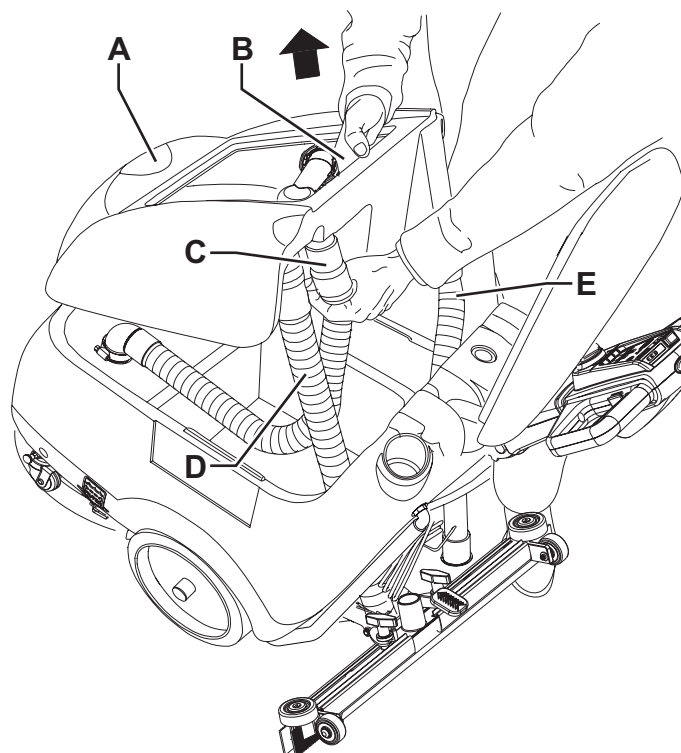

Abbildung 6
1. Sicherstellen, dass der Drehknopf (62) sich in der Position „0“ befindet.
2. Den Schmutzwassertank (30), wie es im entsprechenden Abschnitt „Ausleeren der Tanks“ beschrieben ist, entleeren.
4. Ansaugrohr (22) von der Sauglippe (11) lösen.
5. Das Schmutzwasser-Ablassrohr (16) aus dem Halter (17) trennen.
6. Deckel (6) öffnen.
7. Den Schmutzwassertank (A, Abb. 6) im Bereich (B) fassen und leicht anheben.
8. Ansaugrohr (C) vom Tank abnehmen und Tank (A) mit den Leitungen (D) und (E) entfernen.